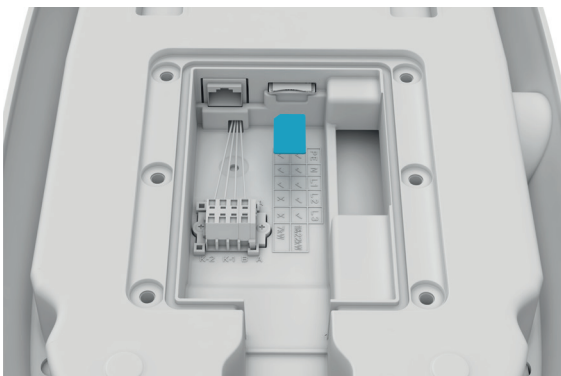

Abb. 11 Einsetzen der SIM-Karte
- 9 Setz nach Abschluss der Verkabelung die SIM-Karte ein, sofern diese benötigt wird (siehe Abb. 11).